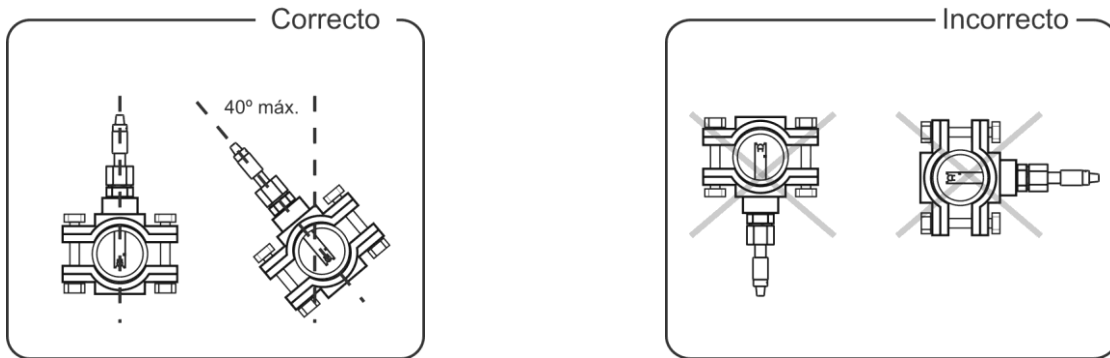

Fig. 8
4. **Instalar siempre los sensores de pH/ORP preferiblemente en posición vertical o con una inclinación máxima de 40º (Fig. 8).**